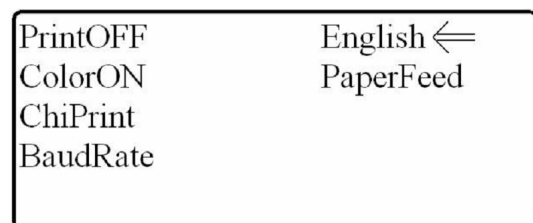

Fig. 22: Selezione della voce “English”
1. Utilizzare i bottoni della tastiera per illuminare la voce “English” (Fig. 22).